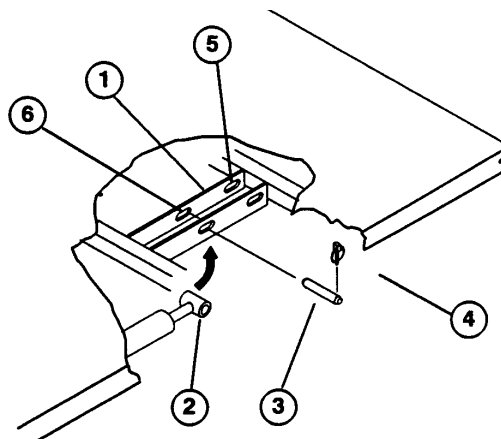

Fig. 9
5. Med sænket lad fastgør hver cylinderstangs ende på de korrekte udskæringer i ladets monteringsplader med en splitbolt og split. Sæt splitbolten i fra ladets yderside med splitten vendt mod ydersiden (Fig. 9). De bageste udskæringer er beregnet til montering af lad i fuld størrelse og de forreste udskæringer til lad i 2/3 størrelse.